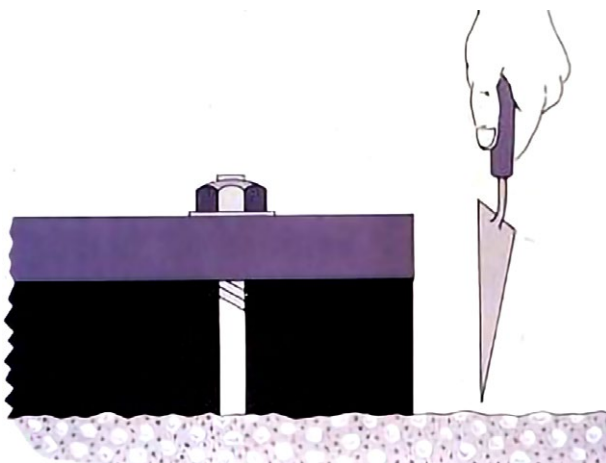
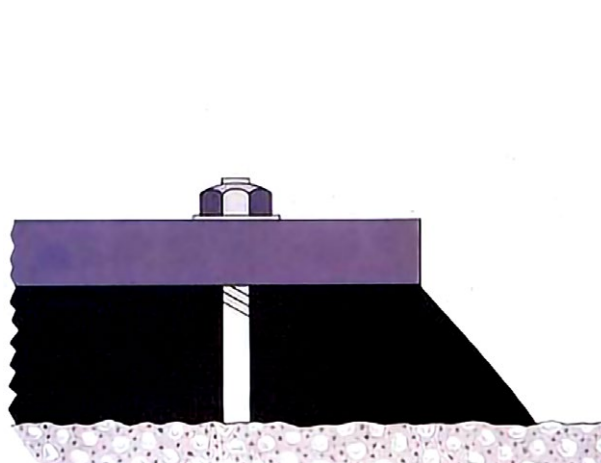

Рис. 6. Удаление плеча
Рис. 7. Создание фаски
3.2.11 Плечо подливки, значительно превышающее ее толщину, приводит к появлению в этой зоне трещин, краевому отрыву по контакту с основанием фундамента. Рекомендуется избегать формирования плеча (Рис. 6), либо после первоначального схватывания состава снимают фаску под углом 45 градусов от нижней части опорной плиты к фундаменту, чтобы распределить нагрузку и снизить риск образования дефектов на краях (Рис. 7). Фаску начинают формировать, убедившись, что подливочный состав первоначально схватился, но прокалывается острием мастерка. Демонтировать опалубку и удалить незатвердевшую часть подливки.